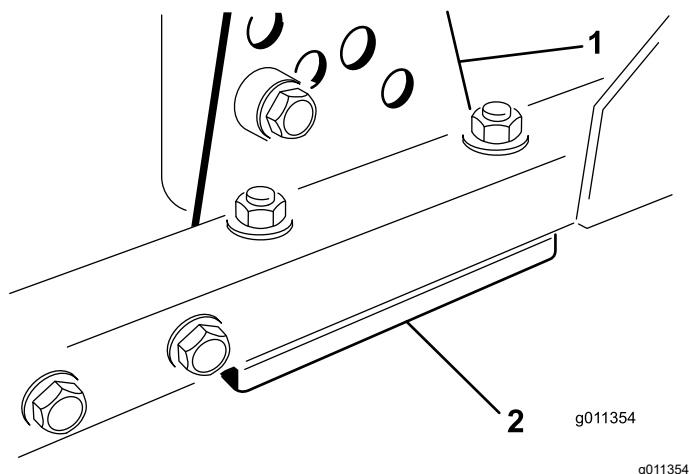

Figure 90
1. Retirez le support de hauteur de coupe (avant, gauche ou droit) du cadre de l'unité de coupe (Figure 90).
2. Insérez des cales de 1,5 mm (0,060 po) et/ou des cales de 0,7 mm (0,030 po) entre le cadre de l'unité de coupe et le support pour obtenir la hauteur de coupe voulue (Figure 90).